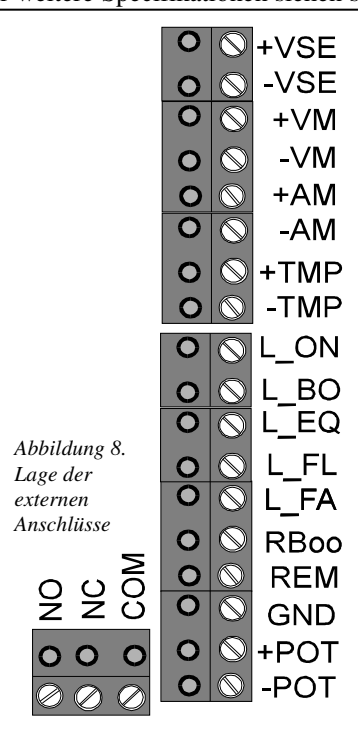

Abbildung 8.
- Schließen Sie den schwarzen Draht (-) des Temperaturfühlers an den Verbinder "-tmp" an; siehe Abbildung 8.
- Schließen Sie den roten Draht (+) des Temperaturfühlers an den Verbinder "+tmp" an; siehe Abbildung 8.
- Schließen Sie einen roten Draht 0,75mm2 zwischen dem Batterie-Pluspol und dem Verbinder "+vse" an; siehe Abbildung 8.
- Schließen Sie einen schwarzen Draht 0,75mm2 zwischen dem Batterie-Minuspol und dem Verbinder "-vse" an; siehe Abbildung 8.
Victron Energy liefert vier Fernbedienungstafeln, die an das Ladegerät angeschlossen werden können. Der Platinenverbinder, an den die Fernbedienungstafeln angeschlossen werden können, ist in Abbildung 8 dargestellt.